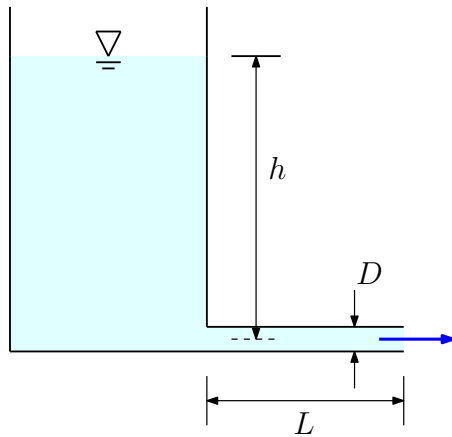

Figura 18: Tanque.
**Exercício 21.** Qual nível  $h$  deve ser mantido no tanque de água, representado na figura 18, para fornecer uma vazão de  $0,425 \text{ L/s}$  pelo tubo de aço comercial ( $\epsilon = 0,045 \text{ mm}$ ) de  $13 \text{ mm}$  de diâmetro e  $24,4 \text{ m}$  de comprimento? **Resposta:**  $h \approx 22,1 \text{ m}$ .